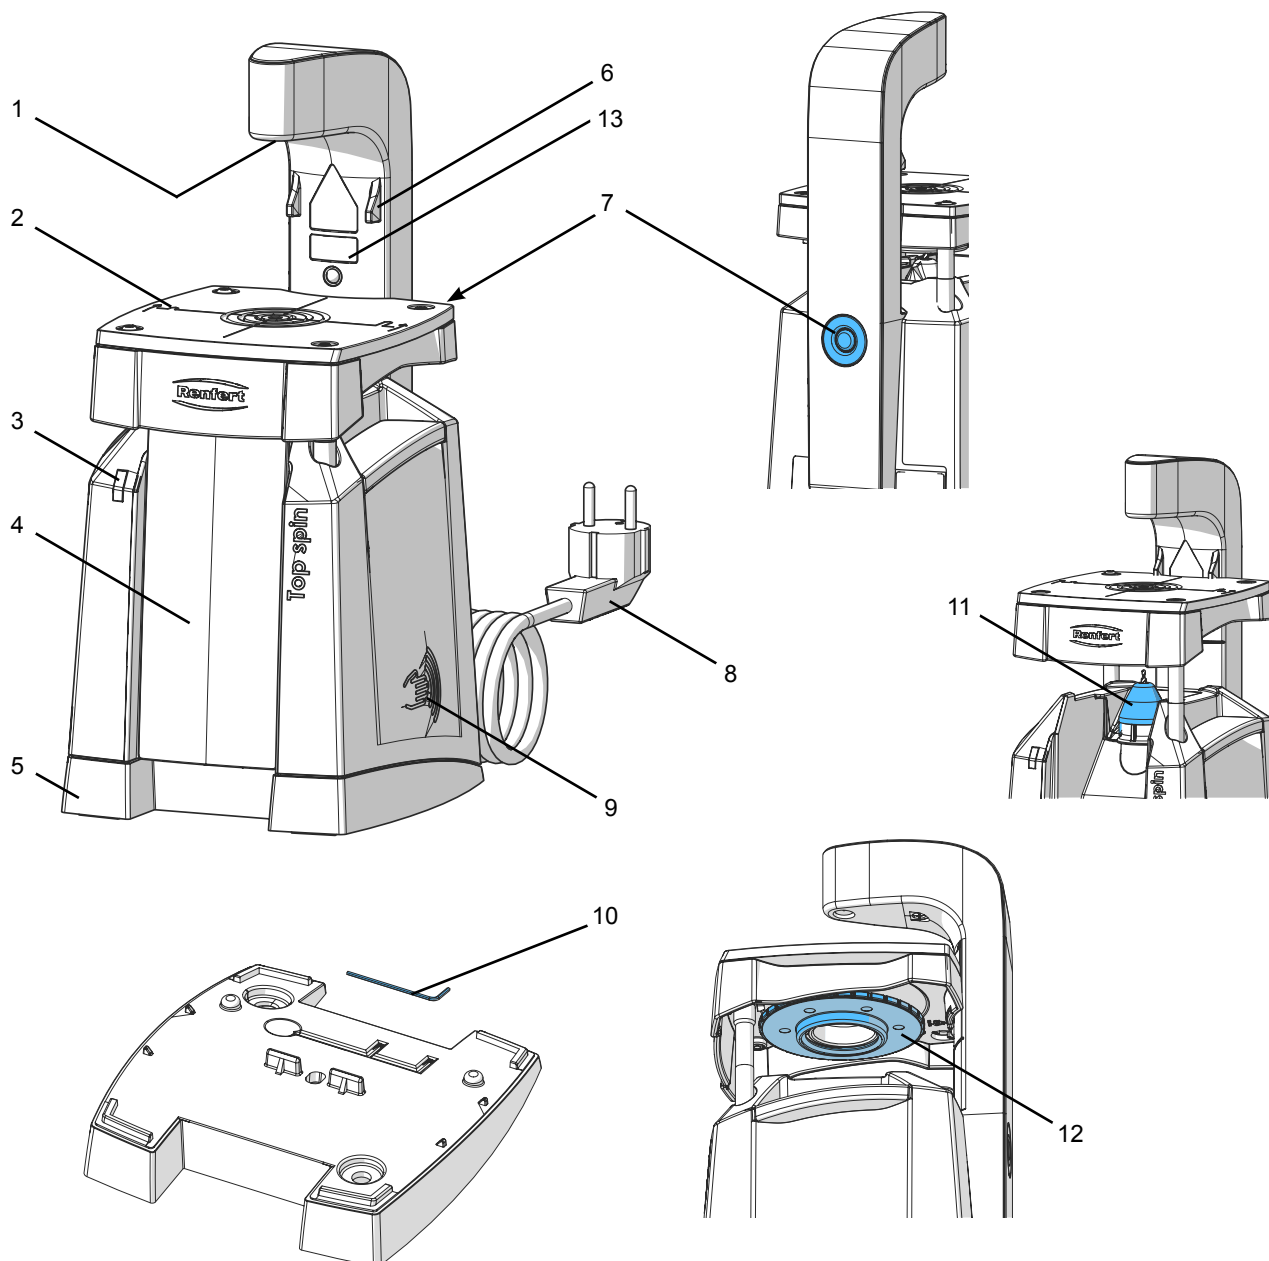

Рис. 1
- ⇒ Отклейте наклейку с предупредительной надписью „Лазер“ на языке Вашей страны и наклейте её поверх существующей предупредительной надписи (13, рис. 1).
⇒ Положите модель зубного ряда на столик прибора (2, рис. 1) и установите её в нужном положении под лазерным целеуказателем (1, рис. 1).